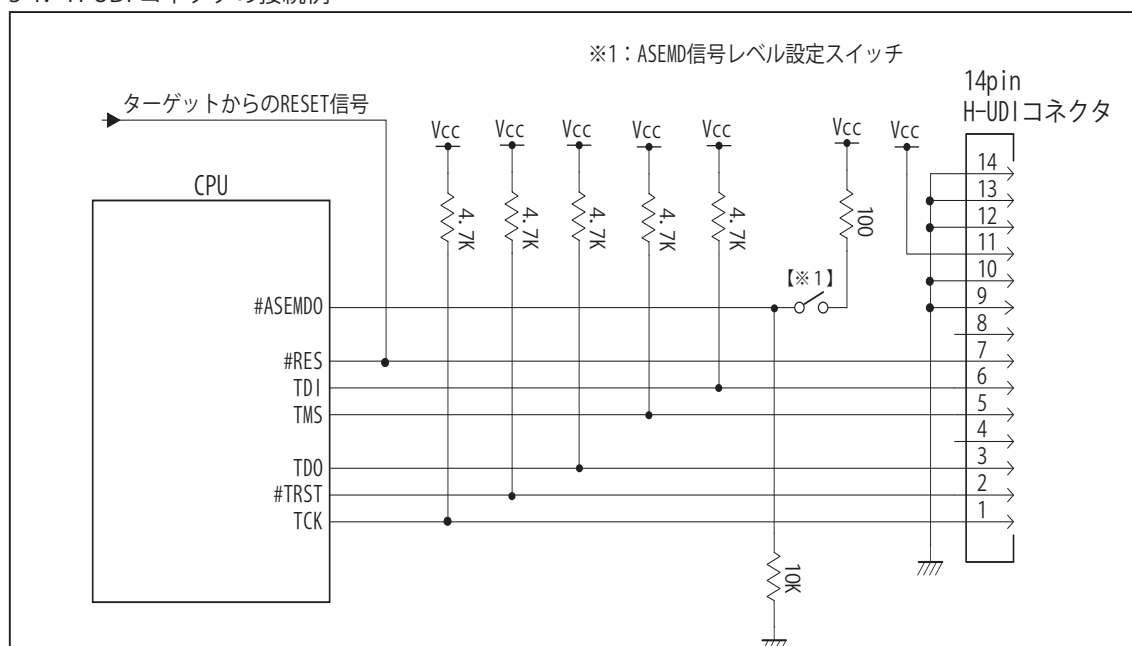

図 2. H-UDI コネクタ接続図
- ・ 図 2 に記載されている抵抗値は参考値です。
- ・ エミュレータ接続時、ASEMD 端子を Hi レベルにする必要があります。図 2 の回路では、スイッチを ON にすることにより ASEMD 端子を Hi レベルにしています。エミュレータを使わずに動作させる場合は、Low レベルにして下さい。